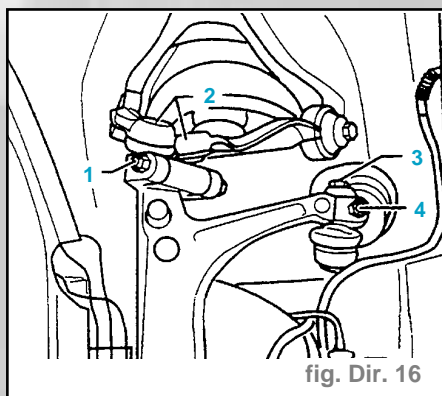

fig. Dir. 16
- Desserrer les vis (3) et (4), extraire la rotule de barre de direction par le bas (fig. Dir. 16).
- Dévisser la vis six pans (3) et la vis (4) (fig. Dir. 16).